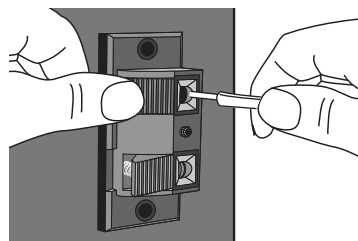

figure 7
3. Insérer le fil dénudé (figure 7).